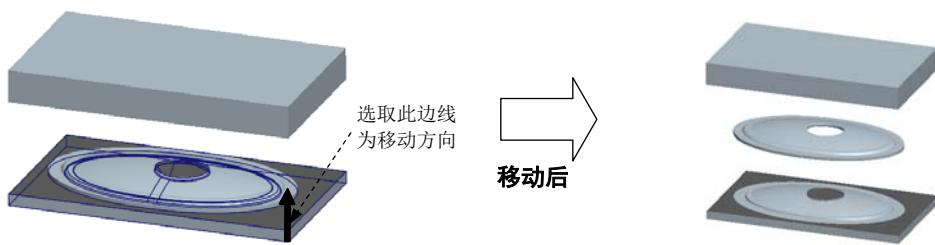

图 21.38 移动下模
Step3. 开模步骤 2：移动下模。选取下模，输入要移动的距离值 -100，选取图 21.38 所示的边线为移动方向，结果如图 21.38 所示。
Step4. 保存设计结果。单击 模具 功能选项卡中 操作 ▾ 区域的 重新生 命按钮，在系统弹出的下拉菜单中单击 重新生成 按钮，选择下拉菜单 文件 ▾ → 保存(S) 命令。